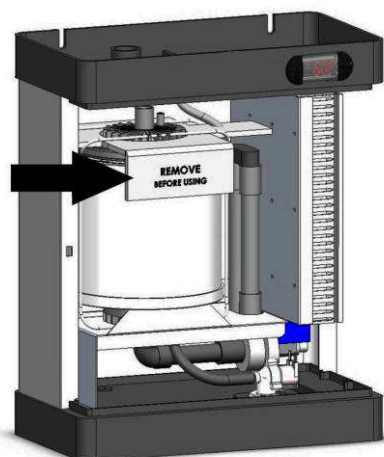

Fig. 8
5. Retirez le carton de protection au-dessus du cylindre (fig. 8).